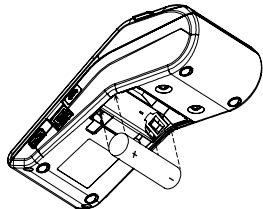

Рисунок 2. Установка аккумулятора
- 2 Установить аккумулятор в корпус ККТ, соблюдая его полярность (рисунок 2).